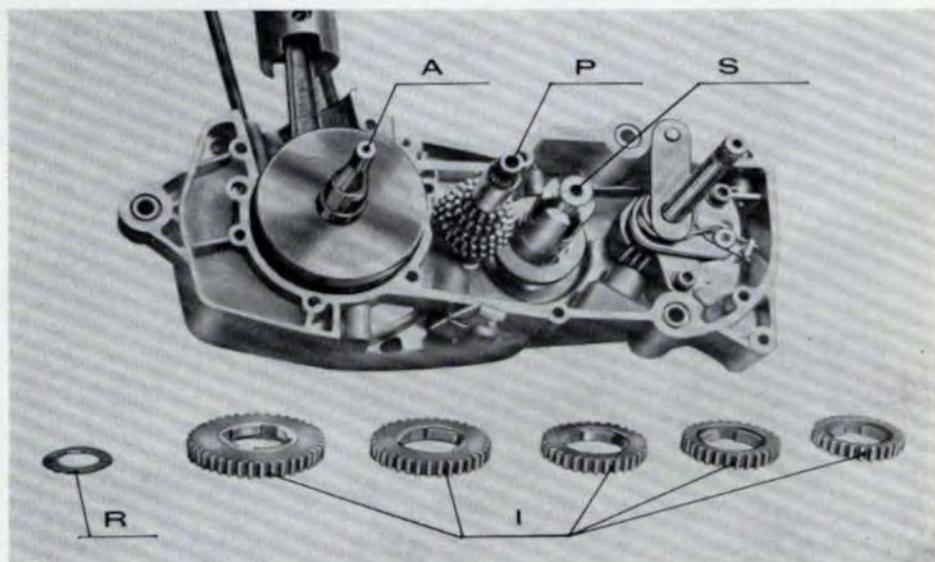

Fig. 19 - Montaggio albero motore e cambio
16. Fig. 19 - Infilare nel carter destro l'albero motore A.